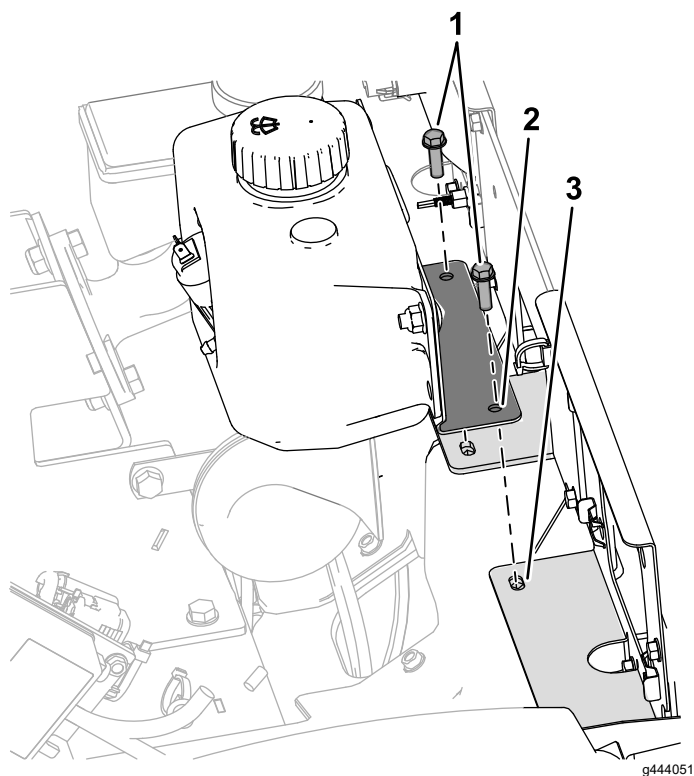

Figura 37
4. Alinhe os orifícios do suporte de montagem da garrafa de lavagem com os orifícios do suporte inferior do farol (Figura 37).
5. Monte o suporte de apoio do depósito no suporte inferior do farol com os 2 parafusos de cabeça de anilha sextavada ($\frac{1}{4}$ x $\frac{7}{8}$ pol.) removidos no passo 3 (Figura 37).